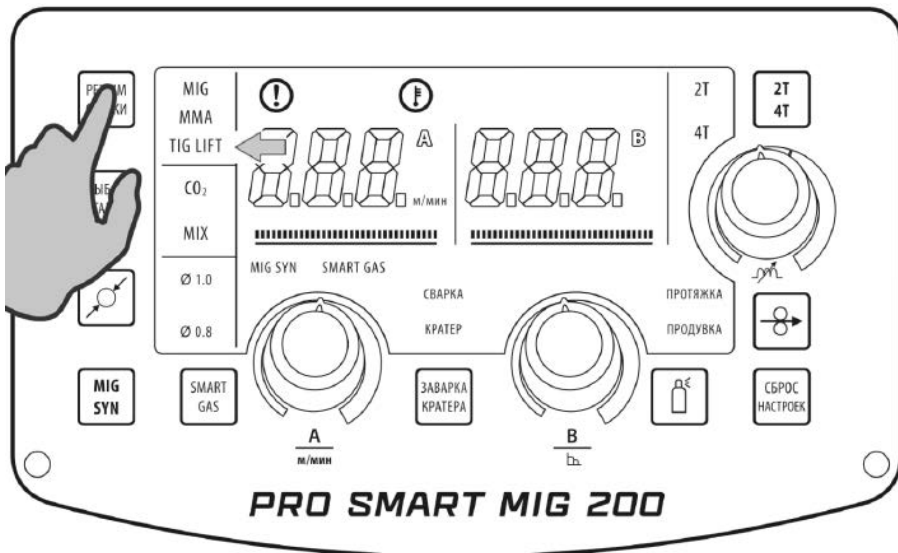

Рис. 12.1.1. Выбор способа сварки.
4. Перейдите в режим TIG (См. рис. 7.0.2, поз. 2) на передней панели сварочного аппарата (См. рис. 12.1.1).